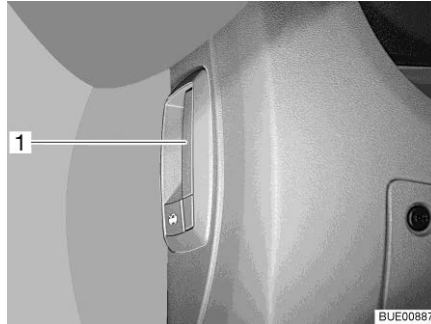

Bild 39 Entriegelungshebel Motorhaube (im Fahrzeug)
- Den Hebel (Bild 39,1) links unter oder seitlich neben dem Armaturenbrett ziehen.